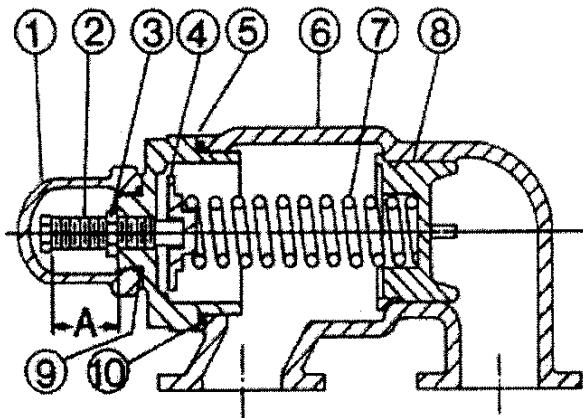
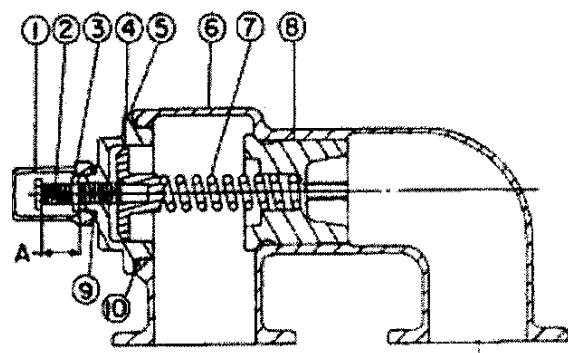

图 12
图 13
2. 测量并记录调节螺栓的延伸长度。参见图 12 和图 13 上的“A”值。
该手册仅适用于 324A、4324A、323A、4323A、327A、4327A 系列重型泵。参见图 1 到图 13, 了解一般构造以及手册中所使用的术语。目录的第 630 节中列出了威肯通用密封泵规格和建议。